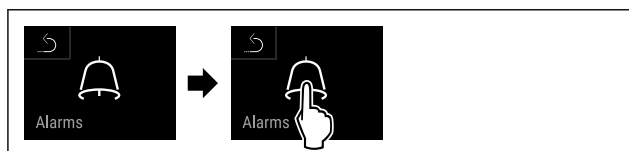

Fig. 152
- ▶ Suivre les étapes (voir Fig. 152).